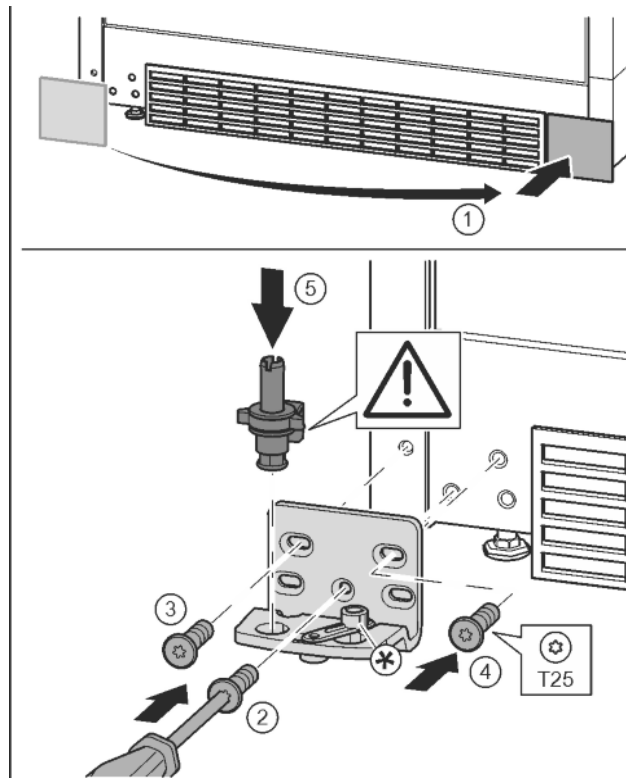

Fig. 14
- ▶ Zdjąć osłonę i założyć z drugiej strony. Fig. 14 (1)
- ▶ Płytkę zawiasu założyć z drugiej strony i przykręcić przy pomocy śrubokręta T25. Rozpocząć śruby 2 dolnej umieszczonej na środku. Fig. 14 (2)
- ▶ Dokręcić śrubę 3 i 4. Fig. 14 (3, 4)
- ▶ Założyć cały sworzeń płytki zawiasu. Przy tym zwrócić uwagę, by krzywka zatrzaskowa wskazywała do tyłu. Fig. 14 (5)